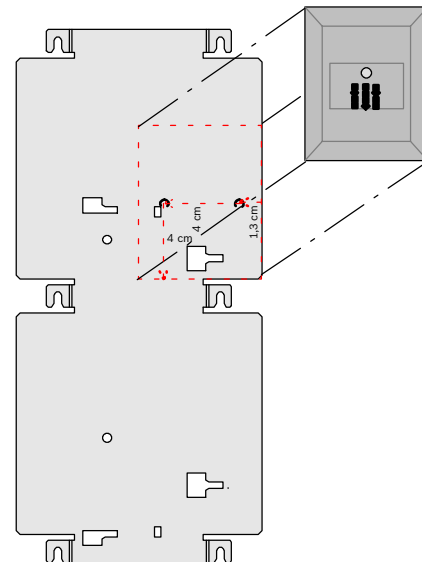

Bild 2 Befestigung der TAE-Telefondose
- Markieren Sie die Bohrungen der Anschlusseinheit entsprechend der Beschreibung (Bild 2).